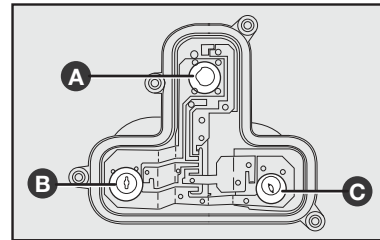

fig. 18
4) remover as lâmpadas empurrando-as levemente e girando-as no sentido horário **fig. 18**.
De 12V-21W para as luzes dos freios **A-fig. 18**;
De 12V-21W para as luzes de marcha a ré **B-fig. 18**;
De 12V-R5W para as luzes de posição **A-fig. 18**;
De 12V-21W para os indicadores de direção **C-fig. 18**.